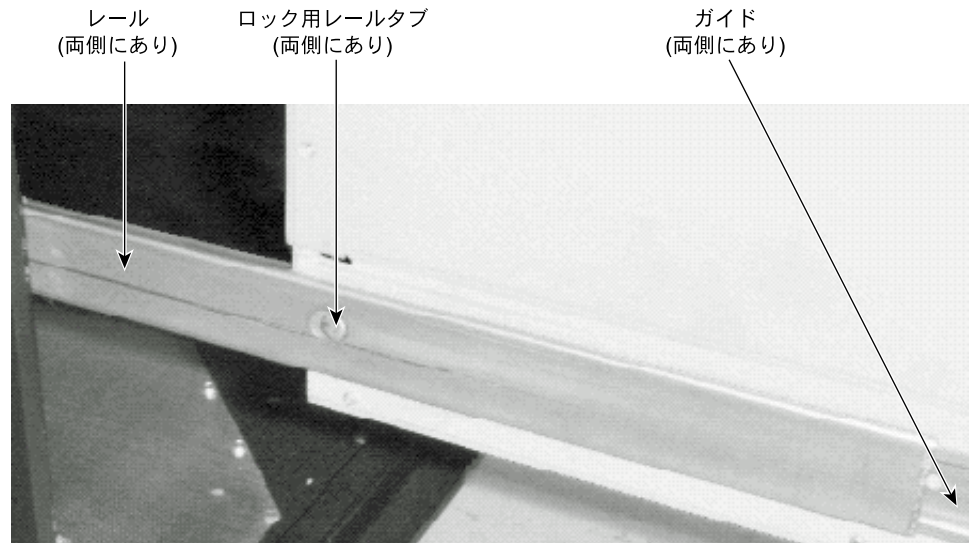

図1-9 レールガイドとレール
12. ロックのかかったレールタブを押し、ベースユニットを完全にラック内に押し込みます。ベースユニットを数インチ押し込むと、ベースユニットとレールが一体となってラックに収納されます。図1-9を参照してください。